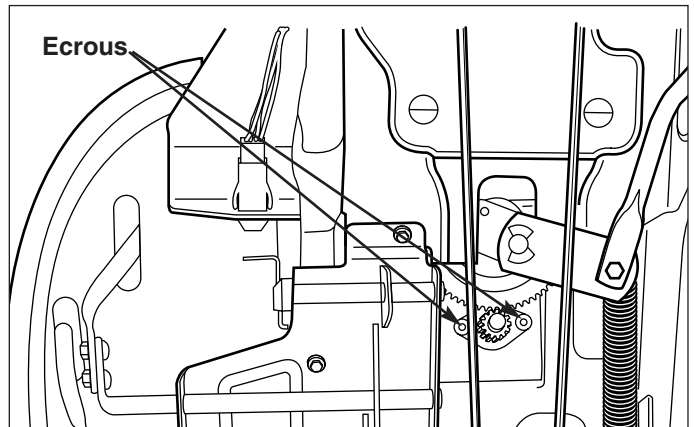

Figure 50. Réglage du pignon de direction
1. Voir la figure 50. Repérer l'ensemble du pignon de direction sous le tracteur. Desserrer les deux écrous et ajuster le support de façon à ce que les dents du pignon soient bien engrenées.